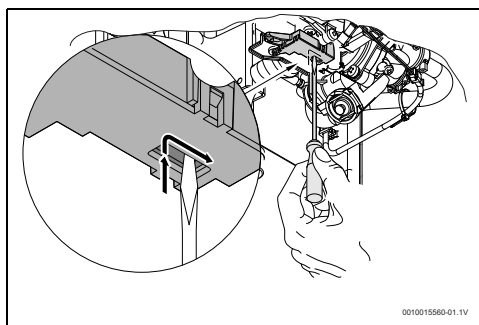

Fig. 24 Remettre le micro-interrupteur en place
- ▶ Positionner le micro-interrupteur selon la figure 24.